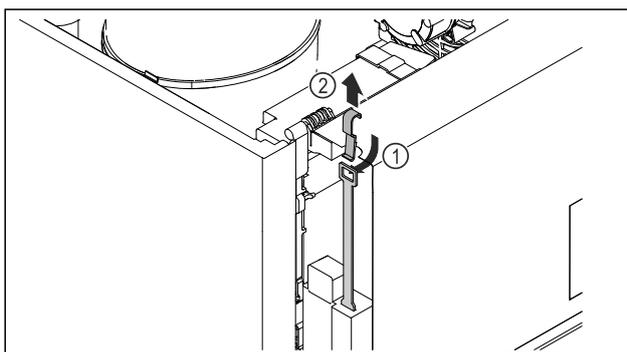

Fig. 211
- ▶ Notentriegelungsschlüssel Fig. 211 (1) von oben einschieben, am Schloss einhaken und nach oben Fig. 211 (2) ziehen.